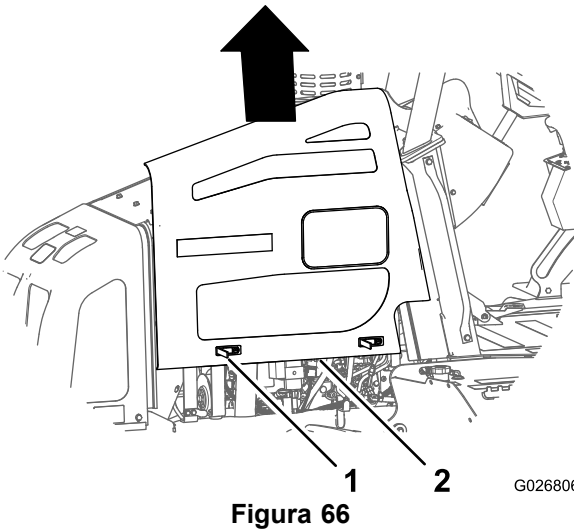

Figura 66
- Levante el panel hacia arriba y hacia fuera de la máquina (Figura 66).